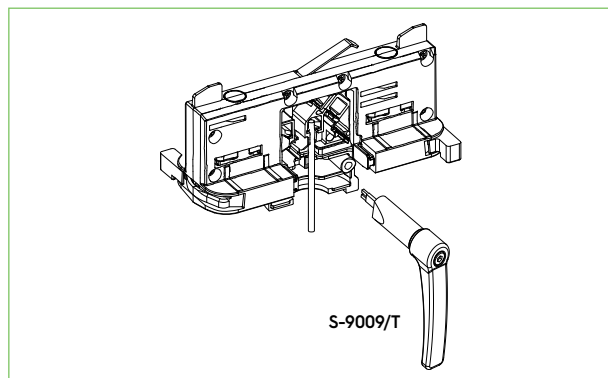
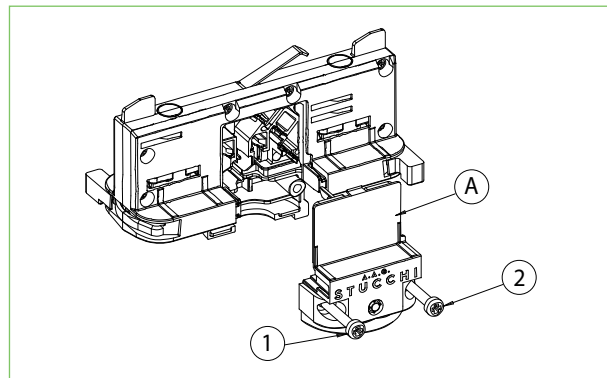

Abb. 1 Stromanschluss Adapter
Abb. 2 Verschließen vom Adapter
Für den Stromanschluss vom Adapter Kabel mit einem Querschnitt von 0,5 mm² bis 1 mm² verwenden, je nach Stromwert vom Strahler und nach Kabeltyp (verlötet oder verzinkt). Zum Verkabeln vom Adapter das Spezialwerkzeug S-9009/T (Abb. 1) verwenden. Das Werkzeug muss gesondert bestellt werden. Sicherstellen, dass die Polarität vom Adapter entsprechend der Markierungen (L / N / T / D+ / D-) beachtet wird. Gegen den Leiter drücken, bis er korrekt im Kontakt sitzt. Es sind zwei Kabelklemmen verfügbar für Kabel mit einem Durchmesser von 6 mm bis 9 mm. S- 9009/10-... (Grundausführung), S-9009/BC-... (mit Blockierungsstift aus Plastik). Zur Befestigung der Leuchten am Adapter kann eines der folgenden drei Zubehörteile verwendet werden: S-9009/M10+S- 9009/D-10, S-9009/M10+S-9009/D-10, S-9009/51 (Vorsicht: die Kabelklemme S-9009/BC-... eignet sich nicht für die Verwendung mit diesen Zubehörteilen). Wenn die Leuchte am Adapter angeschlossen worden ist, muss die Abdeckung (A) mit den beiden Schrauben (1) und (2) befestigt werden. Die Abdeckung und die Schrauben werden mit dem Adapter mitgeliefert (Abb. 2)..